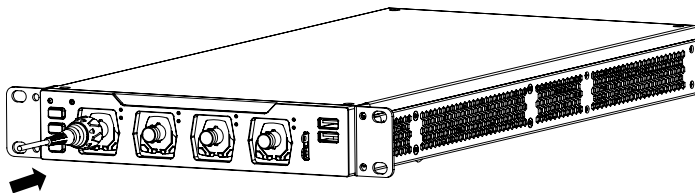

图 5 连接无源探头
1. 将探头的 BNC 端连接至示波器前面板的模拟通道输入端，如图 5 所示。